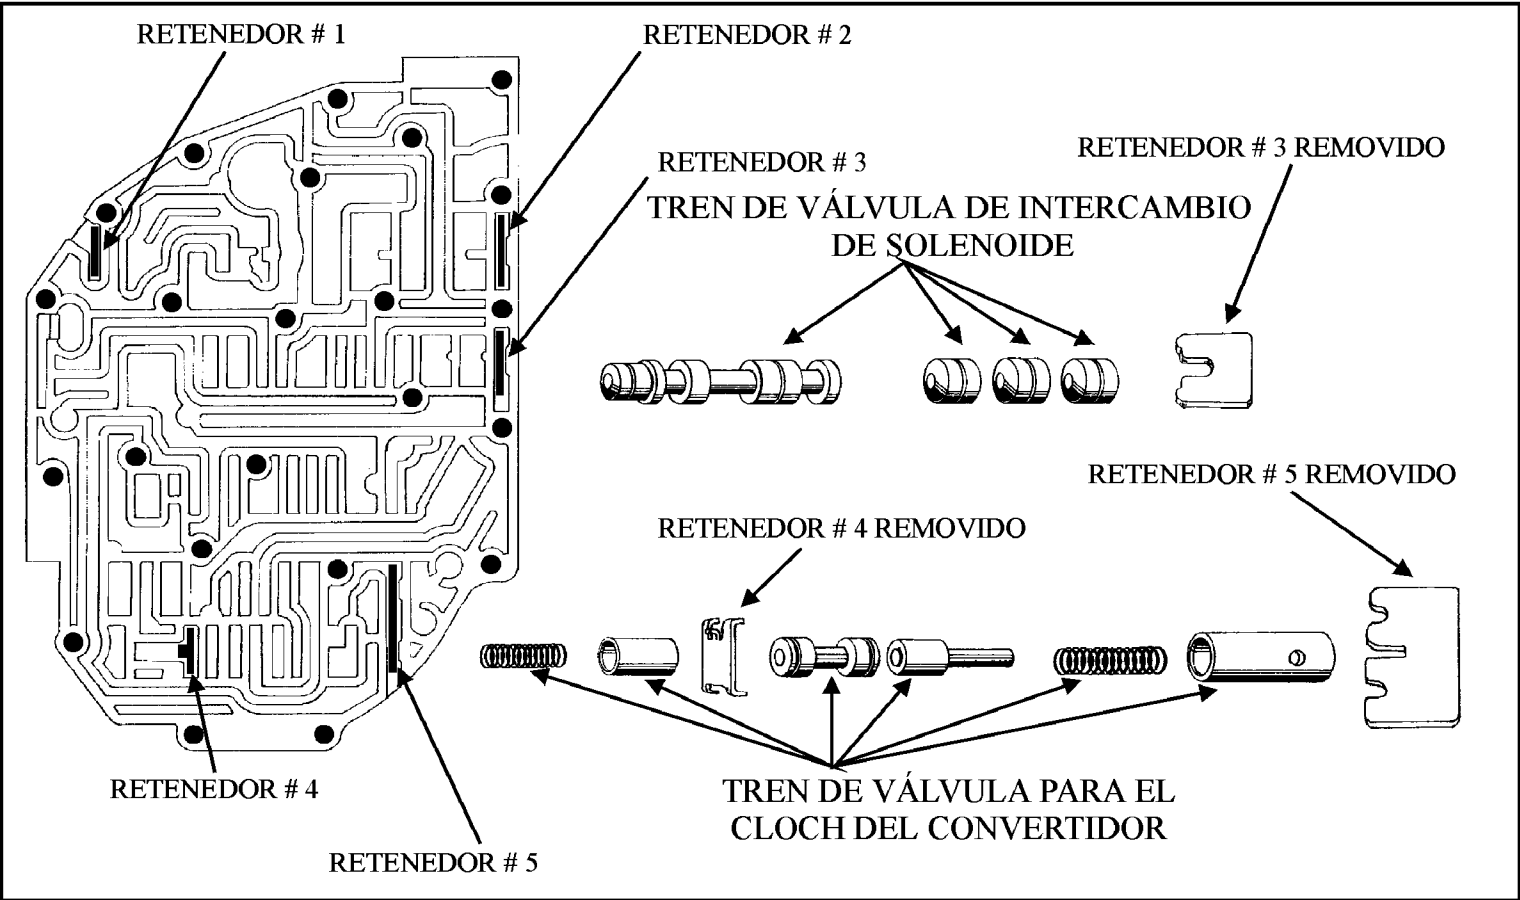

Figura 48
- Inspeccione el cuerpo de válvulas buscando una válvula de intercambio atascada o la falta del retenedor # 3 (Vea la figura 48).